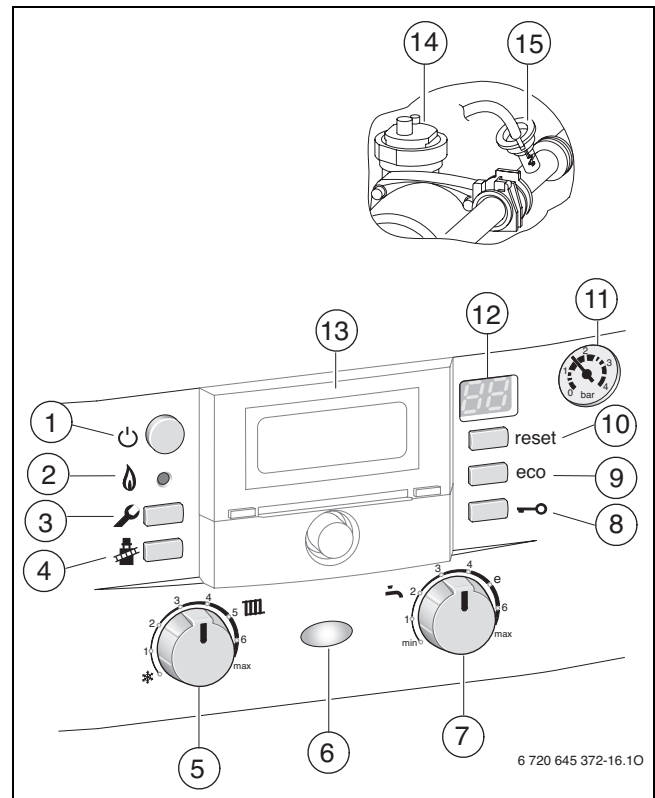

Bild 42 Übersicht der Bedienelemente
- **Schlauch vom Entlüftungsventil (→ Bild 42, [15]) in ein Gefäß (z. B. Flasche) leiten und Entlüftungsventil so lange öffnen, bis Wasser austritt.**
- Automatischen Entlüfter (→ Bild 42, [14], Seite 26) öffnen und nach dem Entlüften wieder schließen.